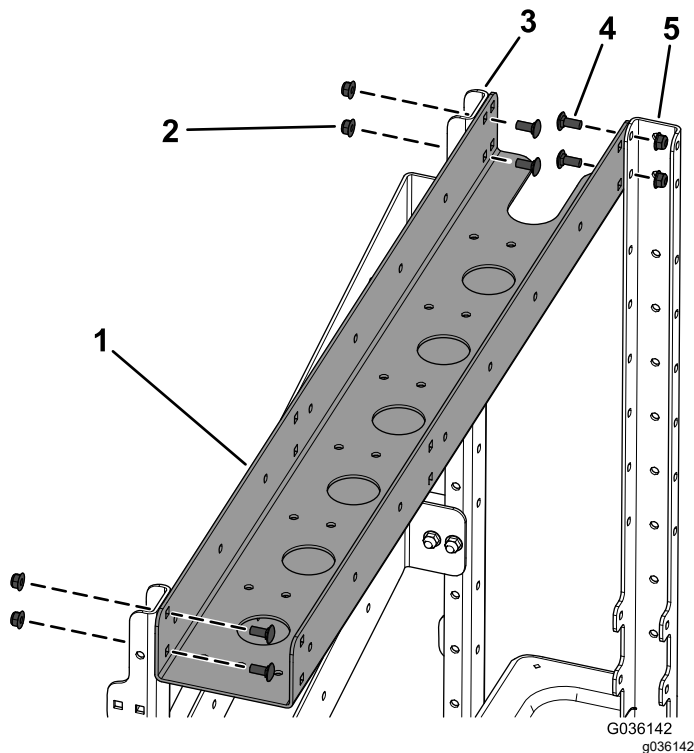

图5
4. 如图5所示用6个托架螺栓 $\frac{5}{16} \times \frac{3}{4}$ 英寸和6个凸缘螺母 $\frac{5}{16}$ 英寸将管道托架安装到2个侧立架支架和前立架支架上。